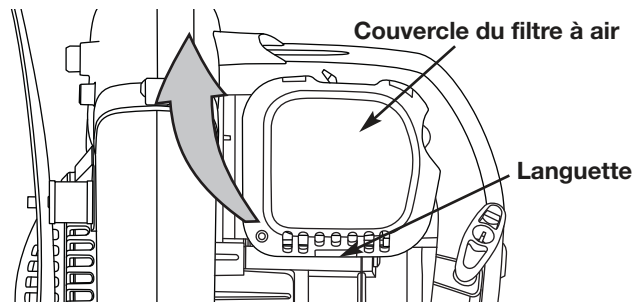

Fig. 23
1. Ouvrez le couvercle du filtre à air. Enfonchez la languette située à gauche du couvercle, tirez celui-ci vers vous pour le dégager du boîtier du filtre à air (Fig. 23).
7. Remplacez le couvercle du filtre à air. Placez les crochets à gauche du filtre à air dans les fentes situées à gauche du boîtier du filtre à air (Figs. 23 et 24).